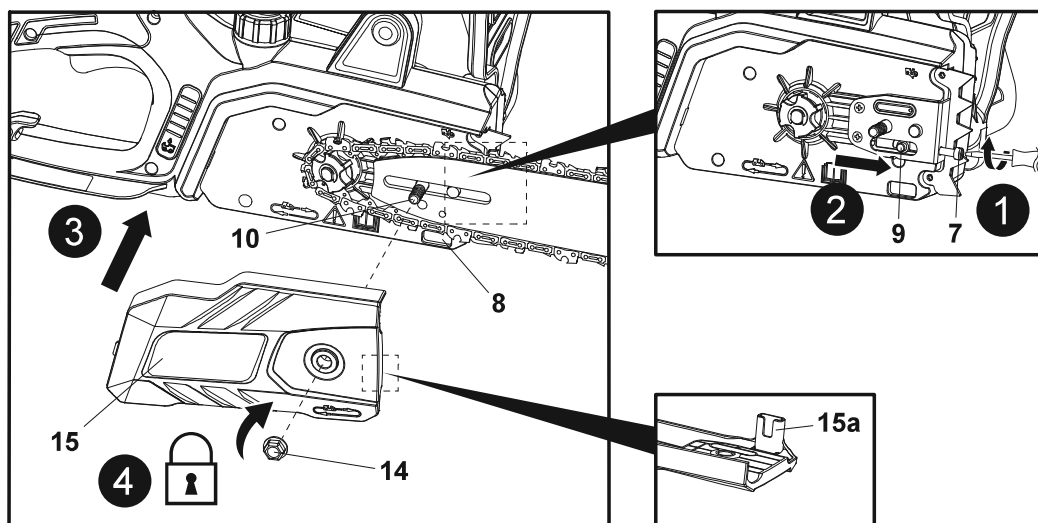

Fig. 5
8. Con un destornillador adecuado (no incluido), atornille el tornillo tensor (7) hacia la derecha para ajustar el pasador tensor (9)/la espada (13) en esa dirección para tensar la cadena (12) y, a continuación, alinee y coloque la cubierta de la motosierra (15) sobre el perno de montaje (10) (Fig. 5, paso 1, 2 y 3).
- Coloque y ajuste un poco la tuerca de bloqueo (14) hacia la derecha con la llave incluida (25) (Fig. 5, paso 4). Asegúrese de que la espiga (15a) se ha introducido correctamente en la ranura (8). No apriete la tuerca de bloqueo (14) completamente; primero es necesario tensar la cadena.